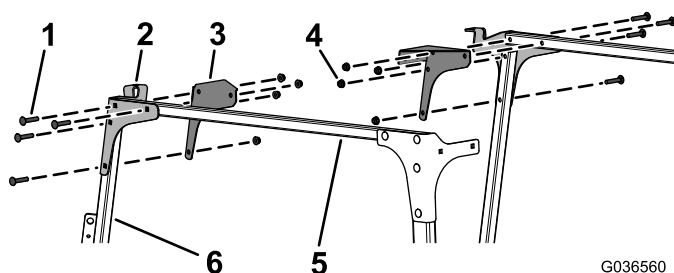

Figura 9
8. Instale provisionalmente las placas traseras derecha e izquierda y los refuerzos de esquina a los tubos de enlace transversal y los apoyos del parabrisas derecho e izquierdo con 8 pernos de cuello cuadrado (5/16" x 1 3/4") y 8 tuercas con arandela prensada (5/16"), tal y como muestra en la Figura 9.